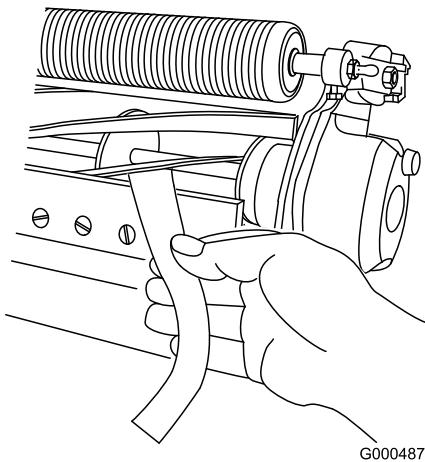

Figura 18
3. Verificate le prestazioni di taglio inserendo una lunga striscia di carta di verifica del taglio (n. cat. Toro 125-5610) tra il cilindro e la controlama, perpendicolarmente alla controlama (Figura 18). Ruotate **lentamente** il cilindro in avanti; questa operazione dovrebbe tagliare la carta.